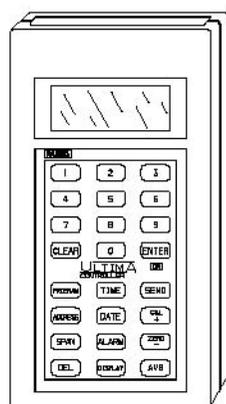

图2-3 Ultima 控制器
- Ultima 控制器，P/N: 809086（见图2-3）